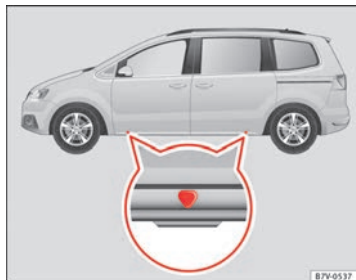
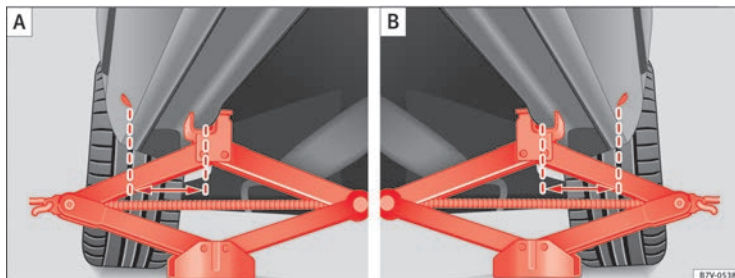

Fig. 186 Punti di appoggio per il cric.
Fig. 187 [A]: cric posizionato nella parte anteriore sinistra del veicolo; [B]: cric posizionato nella parte posteriore sinistra del veicolo.
Il cric deve essere applicato soltanto nei punti indicati (contrassegni sulla carrozzeria) ⇒ fig. 186. Il contrassegno indica la posizione dei punti di appoggio **sotto** il veicolo. I punti di appoggio si trovano in corrispondenza delle nervature situate **dietro** i bordi anteriori ⇒ fig. 187. Servirsi del punto di appoggio corrispondente alla ruota da sostituire ⇒ .
5. Individuare, sotto il veicolo, il punto di appoggio per il cric ⇒ **fig. 186** più vicino alla ruota da sostituire.
7. Assicurarsi che il piede del cric sia completamente appoggiato al suolo e che sia collocato esattamente sotto il punto di appoggio ⇒ **fig. 187**.
8. Centrare il cric alzandolo con la manovella finché la pinza racchiude la nervatura sotto il veicolo ⇒ **fig. 187**.
- Collocare il cric esclusivamente nei luoghi indicati. La pinza del cric deve essere fissata racchiudendo la nervatura del rinforzo del sottoscocca ⇒ **fig. 187**.